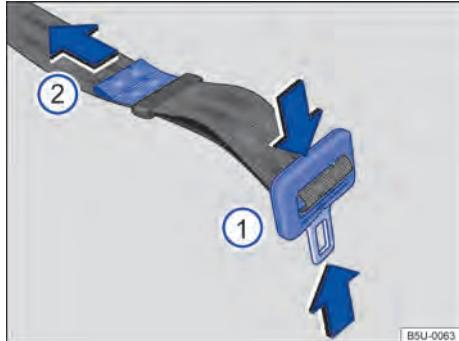

Fig. 31 Ajustar o cadarço do cinto de segurança subabdominal.
- Pressionar a lingueta na direção das setas → **Fig. 31 ①** e alongar totalmente o cinto de segurança.
- Apertar a lingueta contra o fecho do cinto de segurança e puxar a extremidade → **Fig. 31 ②** no sentido da seta, até atingir uma folga máxima de 5 cm (3 dedos) na região pélvica.